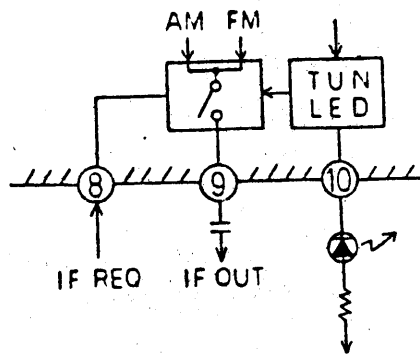

图5
(1) IF 信号输出 (⑨脚) 的控制方法
参看图5。⑨脚上的IF输出信号是受⑧脚上所加电压和⑩脚电压共同控制的。只